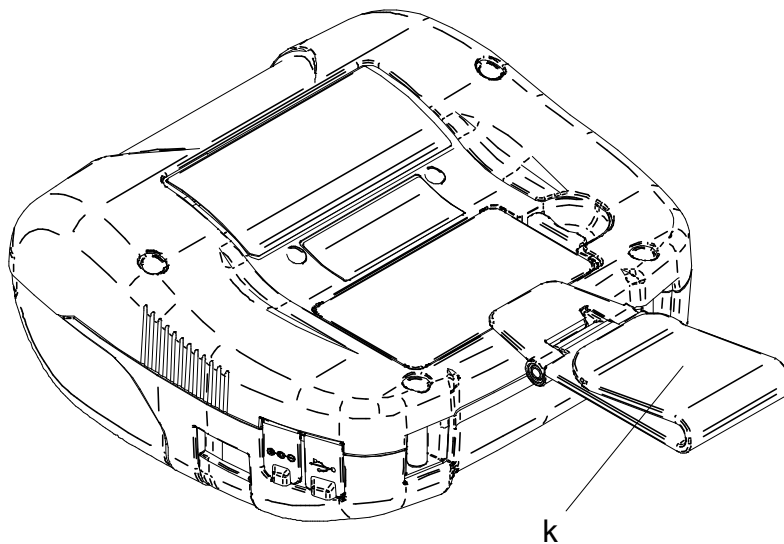

Abbildung 14-3 Anbringung des Gürtelclips (3)
- (5) Legen Sie das Akkupaket in den Drucker ein.
(6) Hängen Sie den Teil „k“ des Gürtelclips wie in Abbildung 14-3 gezeigt an Ihren Gürtel.